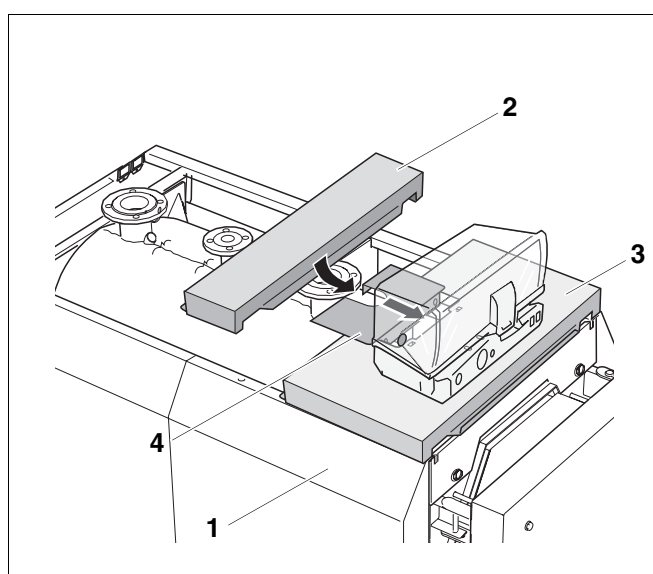

Рис. 32 Установка передней крышки
- Установить переднюю крышку (рис. 32, поз. 2) на передние боковые стенки (рис. 32, поз. 1) и придвинуть к передней крышке котла (рис. 32, поз. 3).
- Уложить передний элемент крышки (рис. 32, поз. 4) на переднюю крышку котла (рис. 32, поз. 3) и прикрутить винтами.